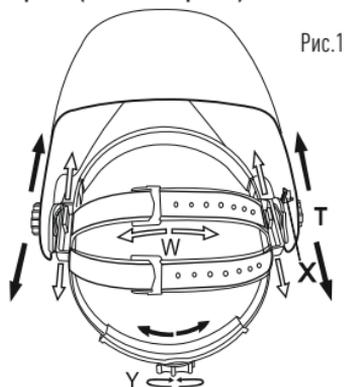

Рис.1
1. Длину окружности оголовья можно увеличить или уменьшить, вращая с нажатием ручку на затылочной части оголовья (см. «У» на рис. 1). Данная процедура выполняется при надетой сварочной маске и позволяет получить натяжение, необходимое для надежной фиксации сварочной маски на голове.
2. Если наголовник сидит на голове слишком высоко или слишком низко, отрегулируйте ремень, который проходит через макушку. Для этого ослабьте конец ремня, выдавив стопорный штифт из отверстия на ремне. Переместите две части ремня относительно друг друга на требуемую длину и вставьте стопорный штифт обратно (см. «W» на рис. 1).
1. Ослабьте гайки-фиксаторы (см. «Т» на рис. 1) и двигайте маску к/или от вашего лица. Убедитесь, что расстояние между обоими глазами и светофильтром одинаковое, чтобы избежать неравномерного затемнения светофильтра.